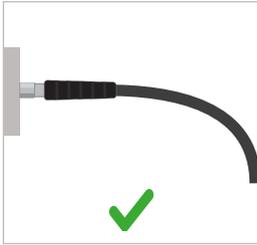
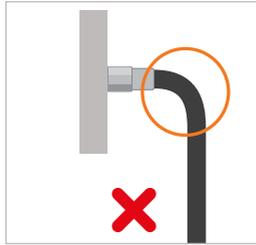

Figure 1
Figure 2
- ▶ Avant installation, vérifiez si les contre-pièces sont conçues pour les valeurs de montage (voir *Chapitre 6.2 Installer le set de flexibles (pos. 2)*), prescrites par WEH pour le produit WEH®.
- ▶ Assurez-vous que la courbure d'un flexible débute uniquement après une longueur de 19 mm afin d'éviter toute torsion et sollicitation de traction (Figure 1 et Figure 2).